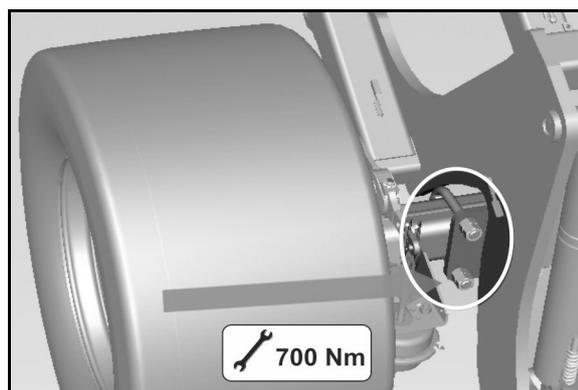

Fig. 61
1. Desparafusar ambas as chapas de cobertura (Fig. 61/1) no lado interior do tambor do travão.
A sujidade infiltrada poderá depositar-se nas pastilhas dos travões (Fig. 61/2), agravando consideravelmente a eficácia de travagem.